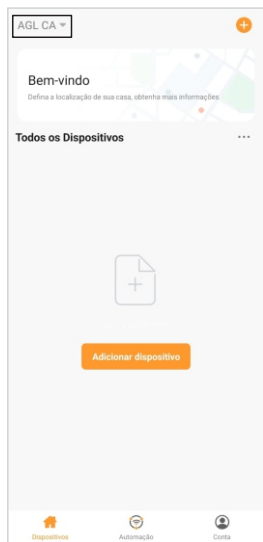

Figura 1
1. En la aplicación **“AGL Home”**, en la esquina superior izquierda, haga clic en la **“flecha hacia abajo”** (figura 1).